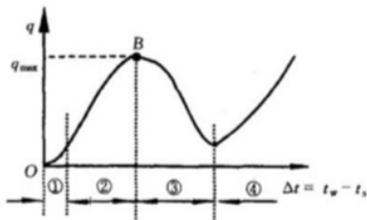
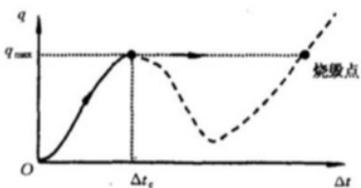

图 6-2 大容器饱和沸腾曲线
图 6-3 控制临界热流密度 q_{\max} 的意义
(1) 4 个不同的区域及其特点 (如图 6-2)。
① 单相自然对流区域。此时 $\Delta t < 4^\circ\text{C}$, 在加热表面上没有汽泡产生。
② 核态沸腾区域。此时 $4^\circ\text{C} < \Delta t < 25^\circ\text{C}$, 在加热表面上产生汽泡, 换热温差小, 且产生汽泡的速度小于汽泡脱离加热表面的速度, 汽泡的剧烈扰动使表面传热系数和热流密度都急剧增大, 汽化核心对换热起决定性作用, 一般工业应用都设计在这一范围。
③ 过渡沸腾区域。此时 $25^\circ\text{C} < \Delta t < 200^\circ\text{C}$, 加热表面上产生汽泡的速度快于汽泡脱离表面速度, 在加热表面上形成不稳定汽膜, 由于汽膜层的热阻使该区域换热比核态沸腾强度要弱。
④ 稳态膜态沸腾区域。此时 $\Delta t > 200^\circ\text{C}$, 在加热表面上形成稳定的汽膜层, 相变过程不是发生在壁面上, 而是在汽液界面上, 但由于蒸汽的导热系数远小于液体的导热系数, 因此表面传热系数大大降低。而此时壁面温度远高于液体饱和温度, 因此须考虑汽膜内的辐射换热, 所以换热强度又能有所提高。
由于核态沸腾具有温差小、换热强的特点, 因此图 6-2 中的极值点 B 所对应的 q_{\max} (即临界点) 便具有十分重要的意义。对热流可控的加热方式, 当热流超过 q_{\max} 时, 表面传热系数大大下降, 将会使壁温飞升, 导致设备烧毁 (图 6-3); 而对壁面温度可控的加热方式, 由图 6-2 可知, 超过 q_{\max} 点意味着尽管 $\Delta t = t_w - t_s$ 增加, 但由于表面传热系数大大减小, 而使热流密度 q 反而下降。因此, 工业应用中一般应尽量控制加热的热流密度或壁温, 使其不致于烧毁或传热效率下降。另外, 图 6-2 亦说明, 对沸腾换热而言, 并非换热温差 Δt 越大, 换热热流密度越大。